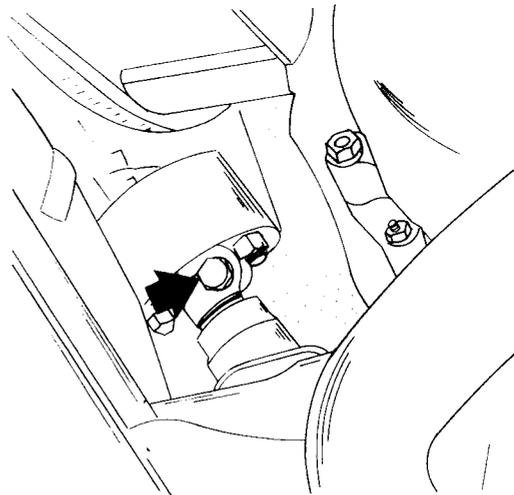

Bild 180
- Unteres Kreuzgelenk vom Lenkritzel lösen, nachdem die Mutter und Klemmschraube an der in Bild 180 gezeigten Stelle entfernt wurden.